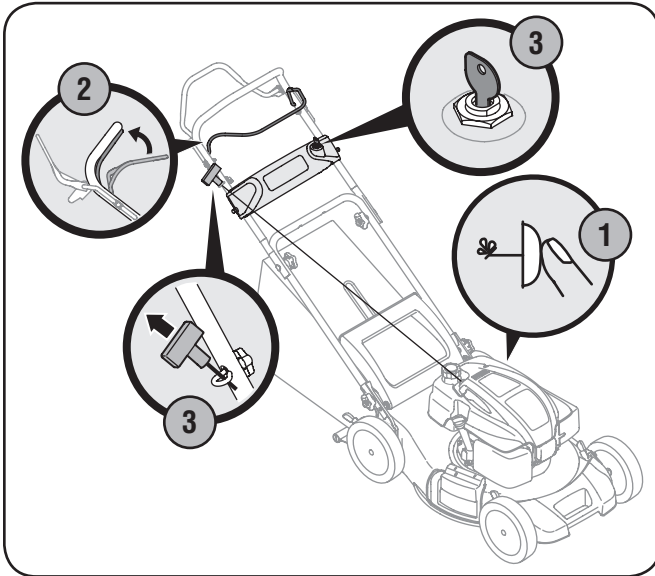

Figura 5-4
1. Oprima el cebador 3 veces. Espere aproximadamente dos segundos entre cada presión. Vea la Figura 5-4. En climas con temperaturas de abajo de 50°F, oprima el cebador 5 veces. Después de que el motor es calentado, un tiempo puede ser necesario para todas las temperaturas.
2. Colóquese detrás de la podadora, apriete la manija de control de la cuchilla y sosténgala contra la manija superior. Ver la Figura 5-4.
3. **Arrancador de retroceso:** Tire suavemente de la empuñadura del arranque hasta sentir la resistencia, luego tire rápidamente para reducir la compresión, impedir la tensión de retroceso y arrancar el motor. Repita de ser necesario. Vea la Figura 5-4.